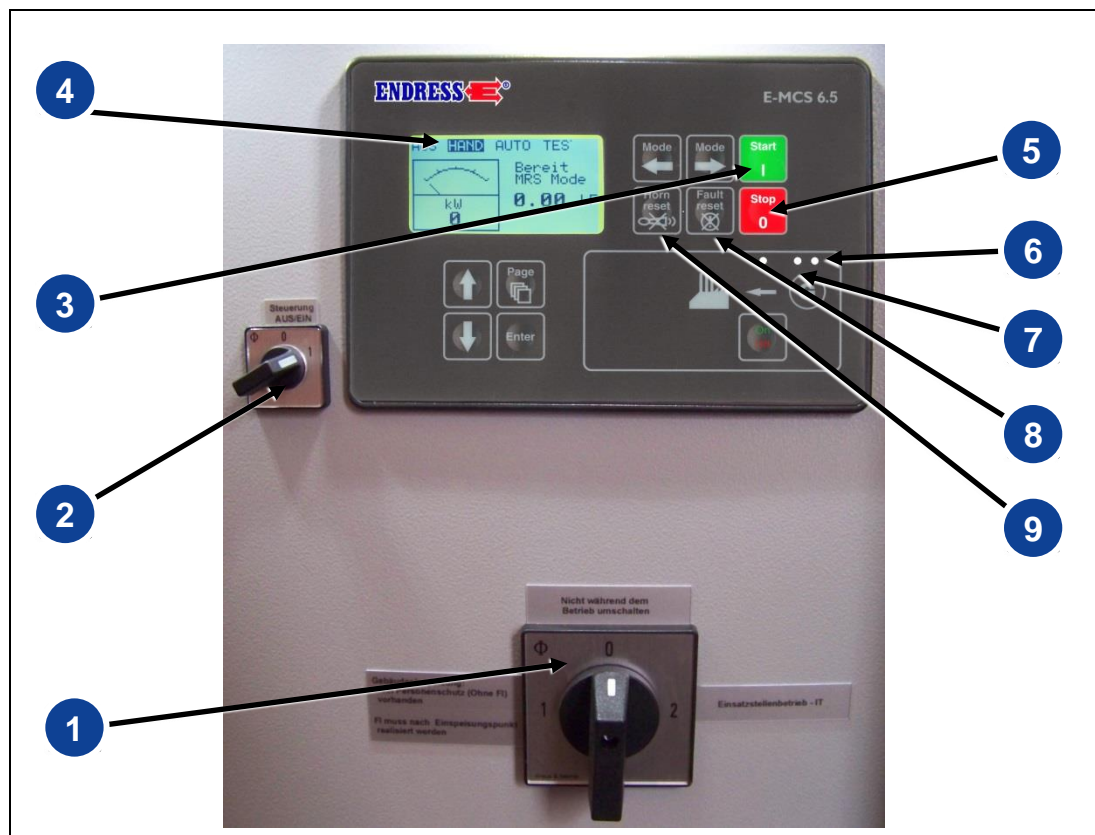

Abb. 9.1: Stromerzeuger starten
2. STOP-Taste (Abb. 9.1 ) einmal drücken. Der Motor geht in einen **Kühllauf** (Anzeige „Abkühlung“) und schaltet anschließend selbsttätig ab.